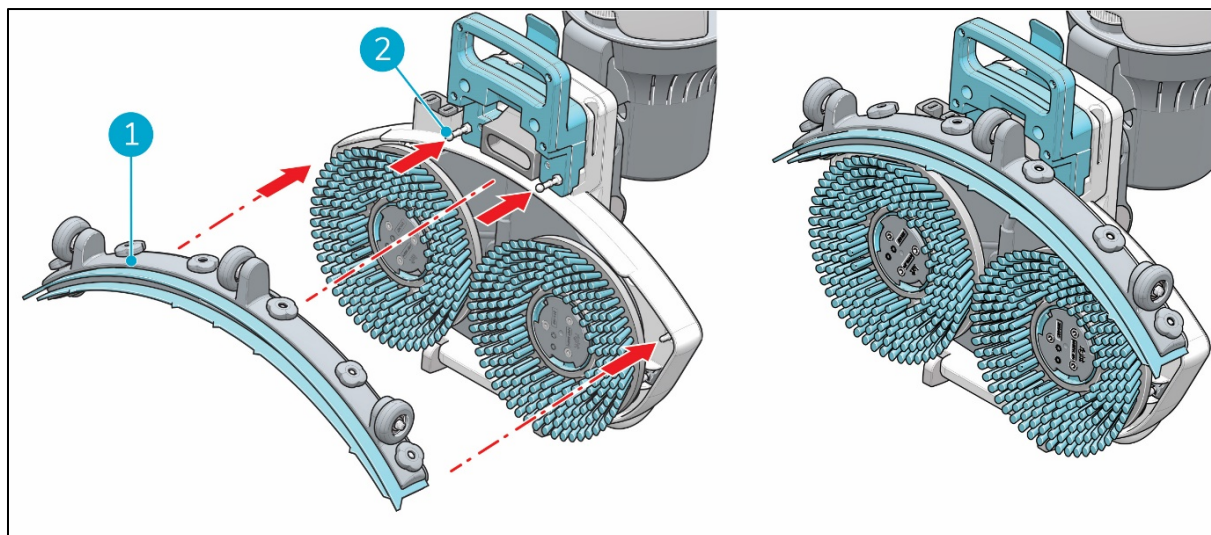

Figura 27
2. Alinea los pasadores de la bandeja de fregado (Figura 27, pos. 2) con los orificios de la espátula. (Figura 27, pos. 1).